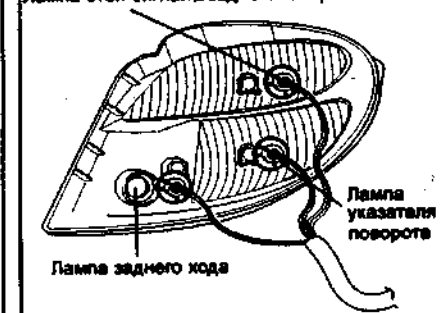

Рис. 129. Расположение ламп в заднем фонаре
6. Установите патрон лампы в задний комбинированный фонарь и поверните его на четверть оборота по часовой стрелке для блокировки патрона на месте (рис. 129).